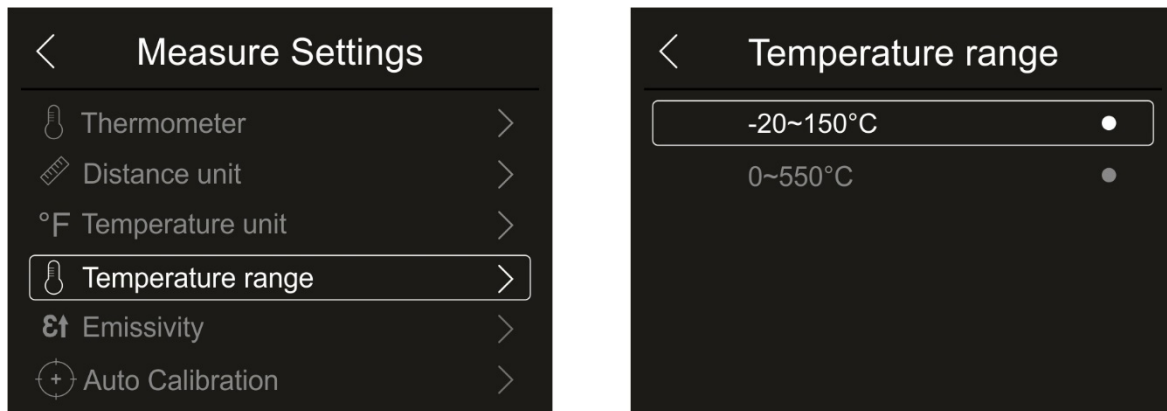

Abb. 27: Menü Einstellung des Temperaturbereiches
- Berühren Sie "Temperature range" zur Einstellung des Bereiches für die Temperaturmessungen des Geräts (diese Option bezieht sich auf den Normalen Messmodus). Die Abb. 27 – rechte Seite erscheint im Display: